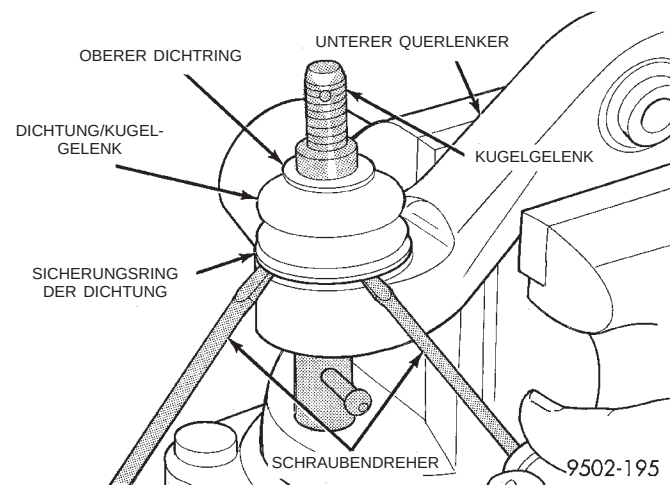

Abb. 106 Sicherungsring der Dichtung vom Kugelgelenk abheben
(1) Unteren Querlenker aus dem Fahrzeug ausbauen. Dazu die entsprechende Anleitung in diesem Kapitel befolgen.
(2) Ein Reinigungstuch um das Kugelgelenk und die Dichtung wickeln, damit kein Schmutz in das Gelenk gelangt, wenn der umliegende Bereich gesäubert wird.
(4) Mit zwei Schraubendrehern (Abb. 106) den Sicherungsring der Dichtung von der Unterseite des Kugelgelenks abheben.